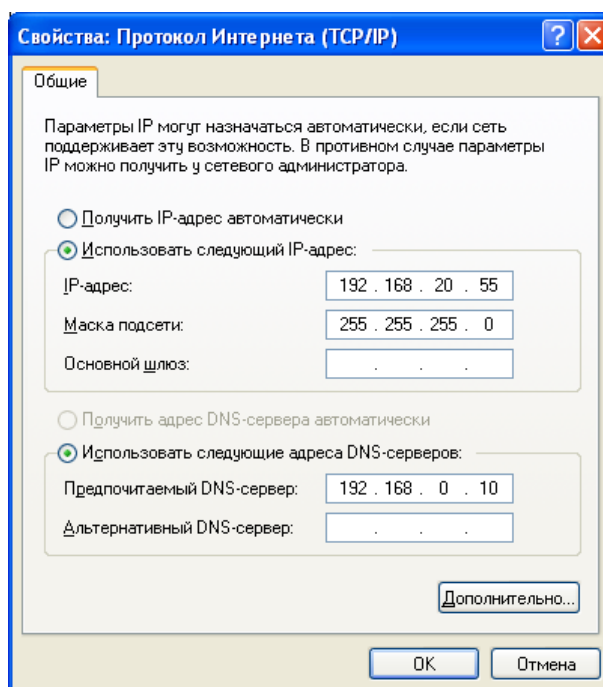

Рисунок 201
- 3) Откройте свойства сетевого подключения и в соответствующем диалогом окне (см. Рисунок 201) установите IP адрес компьютера в подсети *192.168.20.** (например 192.168.20.55) или в подсети, соответствующей ранее установленному IP адресу контроллера.